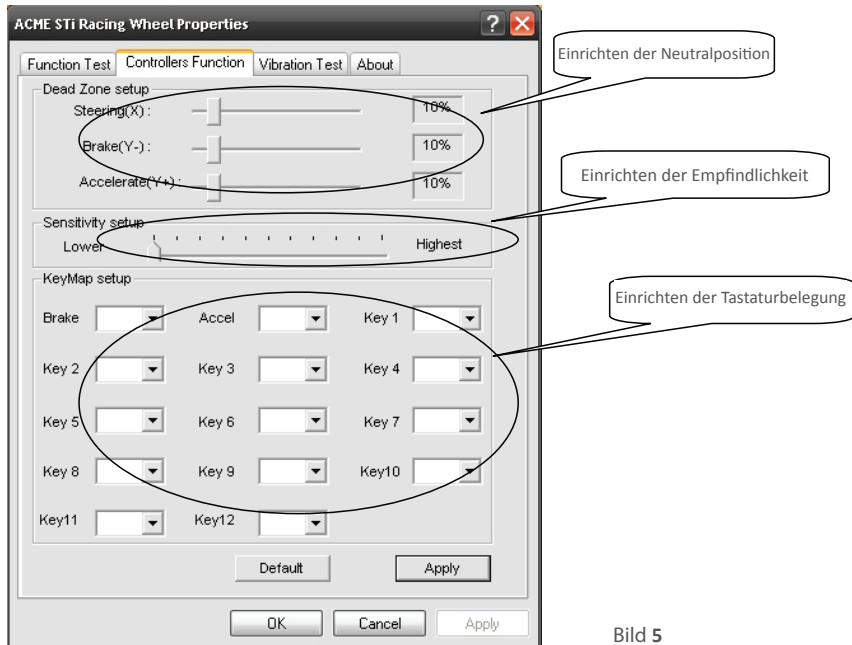

Bild 5
- Gehen Sie wie folgt vor, um die Neutralposition für Lenkrichtung (X-Achse), Gas (Y+ Achse), Bremse (Y- Achse) einzustellen. (Siehe Bild 5 "Einrichten der Neutralposition")
- Die Empfindlichkeit des Lenkrads lässt stufenweise von niedrig bis hoch einstellen, wie nachfolgend gezeigt. (Siehe Bild 5 "Einrichten der Empfindlichkeit")
- Die Tasten für Beschleunigung, Bremse und Funktionen 1 bis 12 sind austauschbar (variable Tastenbelegung). (Siehe Bild 5 "Einrichten der Tastaturbelegung")